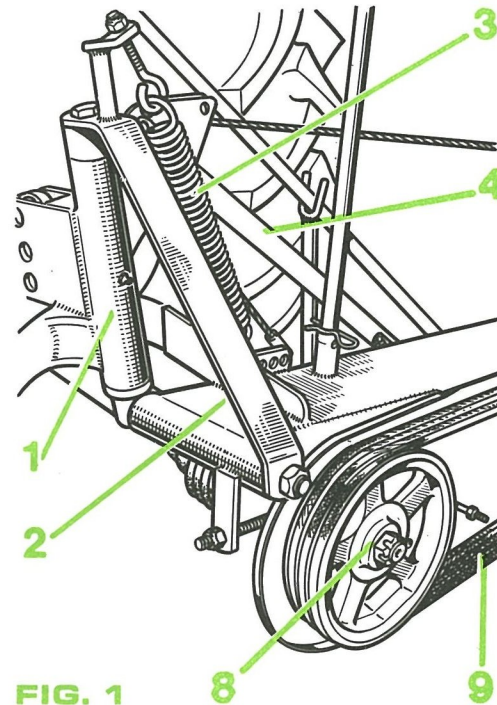

FIG. 1
- des transmissions (fig.1)
■ Le bâti (1) adaptable sur tout relevage hydraulique trois points, reçoit la jambe de force (2), le ressort de suspension (3) qui permet de maintenir le corps de barre horizontal au travail en terrain accidenté, et la tringle de relevage (4) à coulisse.
■ Le corps de barre (5) avec renvoi d'angle incorporé, supporte les tambours (6) et leurs assiettes, chacune munie de quatre couteaux (7) et divers accessoires tels que déflecteurs ...
■ Les assiettes sont commandées par l'intermédiaire d'une transmission à 2 cardans entraînant une poulie (8) qui communique le mouvement par quatre courroies trapézoïdales (9), au renvoi d'angle de barre. Ce renvoi commande chaque tambour par l'intermédiaire d'un arbre et d'un couple conique. Cet organe joue le rôle également de réserve d'huile.